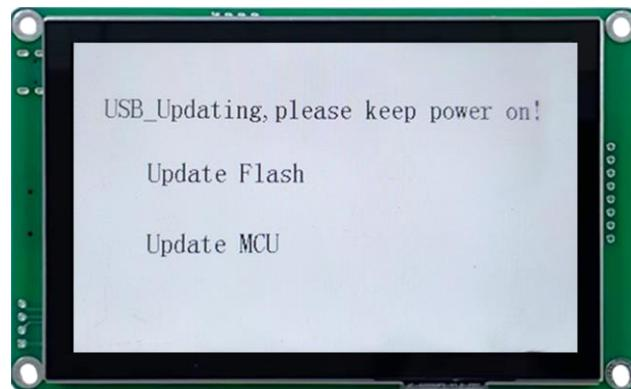

图 2-8：LT168B bootloader 模式示意图
2、通过 USB 线连接电脑和串口屏上电后，屏幕会进入的 bootloader 模式如前面图 2-8 所示。LT168B 的 bootloader 模式显示更新 Flash 与 MCU_Code 更新状态，打开专用烧录 LT168B 的 LT_Uart_GUI 软件。点击 InputFile 添加需要烧录的工程文件，选择对应的端口，需确保 BaudRate 为 115200，再点击 OpenComm 打开端口连接。BaudRate 若不是 115200 则无法连接，建立连接后软件自动将下载速度调整至 921600。
2、通过 USB 线连接电脑和串口屏上电后，屏幕会进入的 bootloader 模式如前面图 2-8 所示。LT168B 的 bootloader 模式显示更新 Flash 与 MCU_Code 更新状态。打开专用烧录 LT168B 的 **LT_Uart_GUI** 软件。点击 Input File 添加需要烧录的工程文件，选择对应的端口，再点击 Open Comm 打开端口。
2、通过 USB 线连接电脑和串口屏上电后，屏幕会进入的 bootloader 模式如前面图 2-8 所示。LT168B 的 bootloader 模式显示更新 Flash 与 MCU_Code 更新状态。打开专用烧录 LT168B 的 LT_Uart_GUI 软件。点击 InputFile 添加需要烧录的工程文件，选择对应的端口，需确保 **BaudRate** 为 115200，再点击 OpenComm 打开端口连接。BaudRate 若不是 115200 则无法连接，建立连接后软件自动将下载速度调整至 921600。